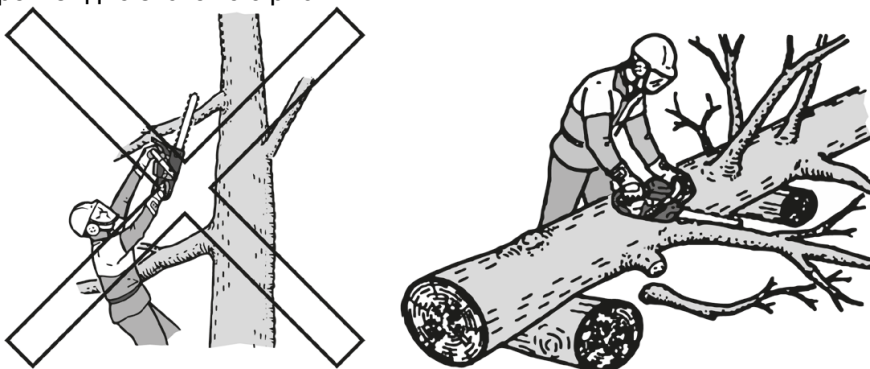

Рисунок 14. Схема обрізання малих гілок.
5.3.3.1 Обрізання малих гілок здійснювати тільки на поваленому дереві згідно зі схемою рис. 14.